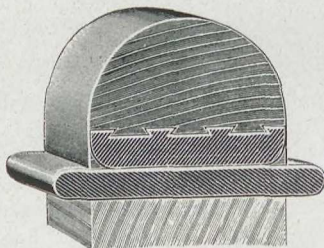

Abb. 101. *Exelsior, Vollgummireifen.*
b. Die Vollgummibereifung (Abb. 101) besteht aus einer reinen Gummimischung und findet nur bei schweren Lastwagen Verwendung. Bei schwereren Lastwagen sind die Hinterräder mit doppelten Vollgummireifen versehen.